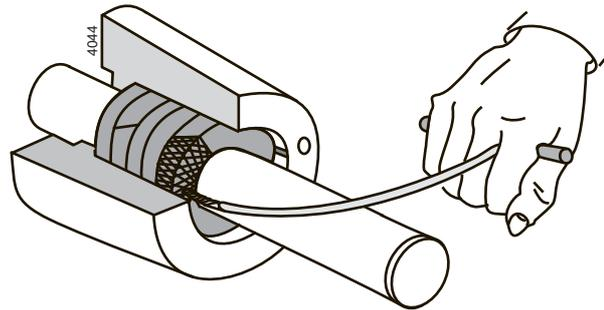

Abbildung 6: Entfernung Stopfbuchspackungsringe.
- 2 Die Dichtungsringe werden aus der Dichtungskammer herausgenommen. Dafür wird ein spezieller Dichtungszieher benutzt, siehe Abbildung 6.